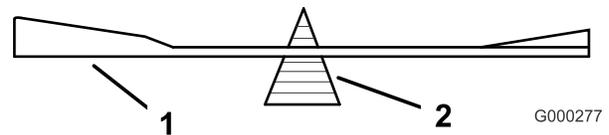
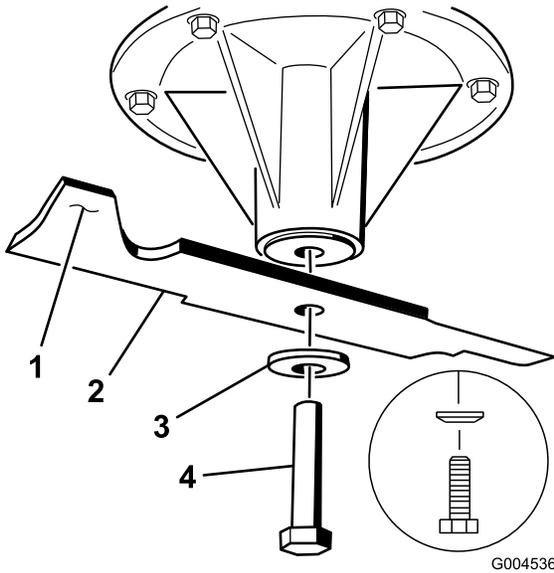

Figure 94
Figure 95
2. Vérifiez l'équilibre de la lame en la plaçant sur un équilibreur (Figure 94). Si la lame reste horizontale, elle est équilibrée et peut être utilisée. Si la lame est déséquilibrée, limez un peu l'extrémité de la partie relevée seulement (Figure 95). Répétez la procédure jusqu'à ce que la lame soit équilibrée.
1. Placez la lame sur l'axe (Figure 95).
2. Installez la rondelle élastique et le boulon de la lame. Le cône de la rondelle élastique doit être dirigé vers la tête du boulon (Figure 95). Serrez le boulon à 115–150 Nm (85–110 pi-lb).